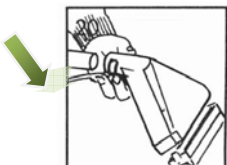

Рис. 20
- Для уборки ковровых покрытий к концу изогнутой трубки **О** подсоедините насадку с форсункой **Q**, для уборки полов и твердых поверхностей установите фронтальный скребок **R** (Рис.20)